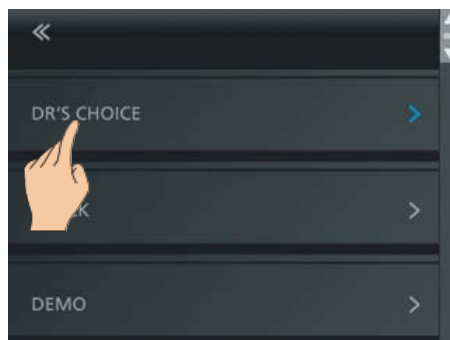

Fig. 21 Sélectionnez DR'S CHOICE
- Entrez dans le menu Réglages et sélectionnez DR'S CHOICE (Fig. 21).